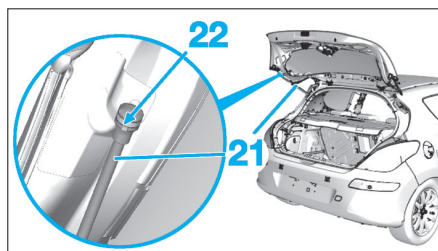

Fig. 176
- Dégrafer et écarter l'équilibre (21) en (22) (Fig.176).